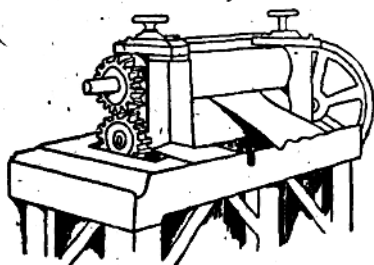
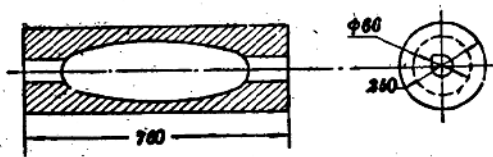
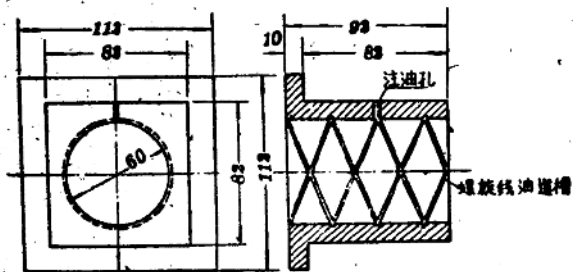

图 2-1 伸变机
图 2-2 压盖
图 2-4 轴瓦
1.构造和工作原理：机器的外形如图2-1所示，碾压机构主要包括两个圓筒压滾(图2-2)，两个圓筒中心有軸(图2-2)，軸的两端各有黃銅制成的軸瓦(图2-4)。
(3) 軸瓦是用黃銅制成, 軸瓦內壁一定要有油道槽, 如图 2-4, 以免軸和軸瓦磨損。
(4) 底架用各种型鋼、水泥或厚木板皆可, 但用型鋼或木板时要將底脚裝牢固, 以免机器开动起来振动过大。
(5) 压輥速度不应过快, 約每分钟80轉左右, 因此几个皮帶輪的直徑可以自行决定。